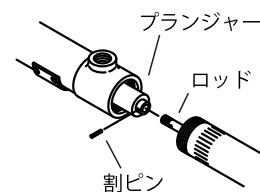

Fig.14
- 8) プランジャー部とロッドの接続固定用割ピンを抜いて、下ポンプを外してください。(Fig.14)